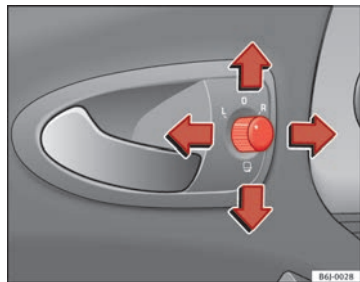

Fig. 70 Commande des rétroviseurs extérieurs
1. Tournez le bouton rotatif $\Rightarrow$ fig. 70 en position **L** (rétroviseur extérieur gauche).
- Tournez le bouton rotatif $\Rightarrow$ fig. 70 en position pour rabattre les rétroviseurs extérieurs. Pour éviter tout dégât, il est conseillé de toujours rabattre les rétroviseurs extérieurs lorsque vous passez dans une installation de lavage automatique.